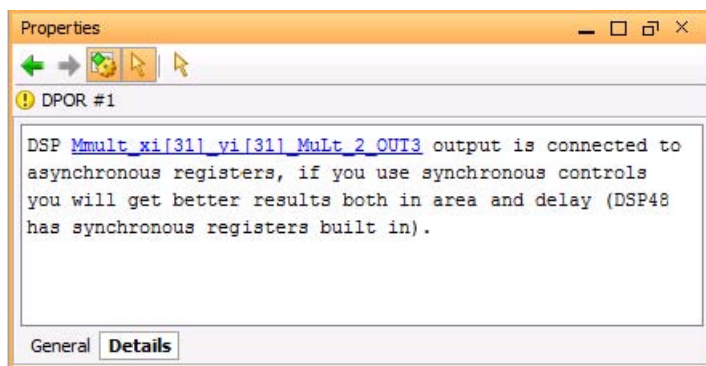

図 16 : [Violations Properties] ビュー
4. [Violations Properties] ビューで **Mmult_xi[31]_yi[31]_MuLt_2_OUT3** をクリックします (図 16)。